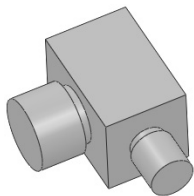

图 7-54 生成喇叭口基体 2
8) 创建喇叭口基体。单击“特征”控制面板中的（拉伸凸台/基体）按钮，或选择菜单栏中的“插入”→“凸台/基体”→“拉伸”命令，在弹出的“凸台-拉伸”属性管理器中设置拉伸终止条件为“给定深度”，在（深度）文本框中输入“11.5”，其他选项保持系统默认设置，单击（确定）按钮，生成喇叭口基体2，如图7-54所示。